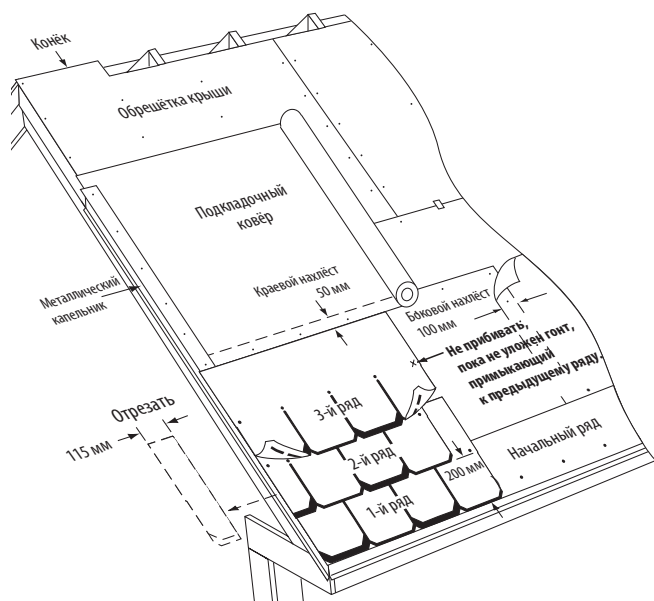

Рис. 16-9. Укладка первых трёх рядов на крышу со стандартным уклоном.
**1-Й РЯД:** В начале первого ряда уложите целый гонт в левом нижнем углу крыши. Расположите язычки вровень с левым и нижними краями начального ряда (Рис. 16-9).
**2-Й РЯД:** Отрежьте 11,4 см от левого края целого гонта. Уложите получившийся больший кусок на гонт первого ряда, вровень с левым краем, оставив первый ряд открытым на 20,3 см. Отбейте вертикальные и горизонтальные меловые линии, как необходимо (Рис. 16-9). Убедитесь, что гонты выровнены надлежащим образом.